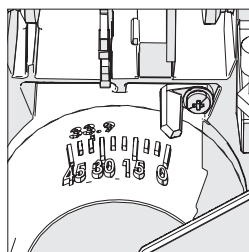

Fig. 8
- Certifique-se de que a cabeça da serra está reta, contra o batente e de que o indicador do ângulo biselado indica 0o na escala (**Fig. 8**).